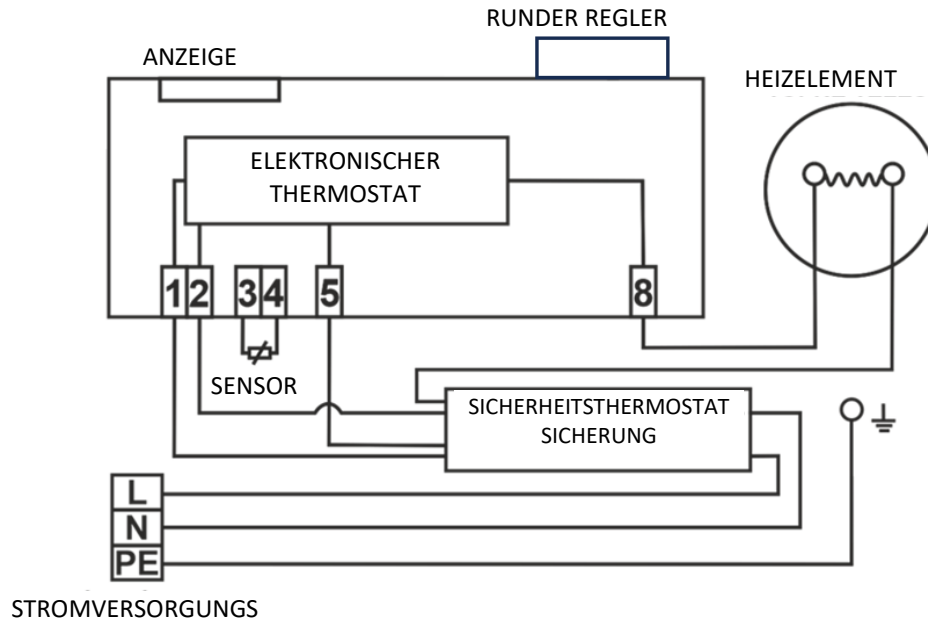

Abbildung 7
Die werkseitige Verkabelung darf nicht verändert werden! (Abbildung 7). Die Schutzart der elektrischen Teile des Heizgeräts beträgt IP 44. Die Leistungsaufnahme des elektrischen Heizelements beträgt 2000 W.
- Der Schaltplan ist dem Heizgerät auf der Abdeckung der Elektroinstallation beigelegt (Abbildung 7).